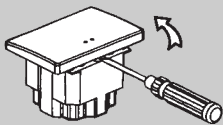

Fig. 3
- 1º Para conectar el aparato levantar la tecla (fig. 3).